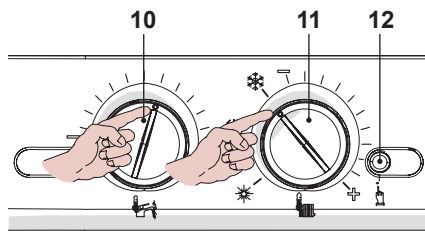

Рисунок 7.10
- Установите регулятор температуры воды горячего водоснабжения 10 и переключатель функций 11, как показано на рисунке, см. Рисунок 7.10.
- Чтобы настроить давление розжига горелки, войдите в режим программирования, нажав и удерживая в течение 15 секунд кнопку перезапуска 12 (Рисунок 7.10), пока на ЖК-дисплее не появится параметр **P01**. На ЖК-дисплее последовательно отобразятся следующие символы (параметр **P01** будет загораться поочередно с ---).
- Нажмите кнопку перезапуска 12, см. Рисунок 7.10, и пролистайте параметры до **P14**, предназначенного для настройки давления розжига горелки. На ЖК-дисплее последовательно отобразятся следующие символы (параметр **P14** будет
- Чтобы изменить настройку, поверните регулятор температуры в системе горячего водоснабжения 10, см. Рисунок 7.10, и установите его в выбранное положение.